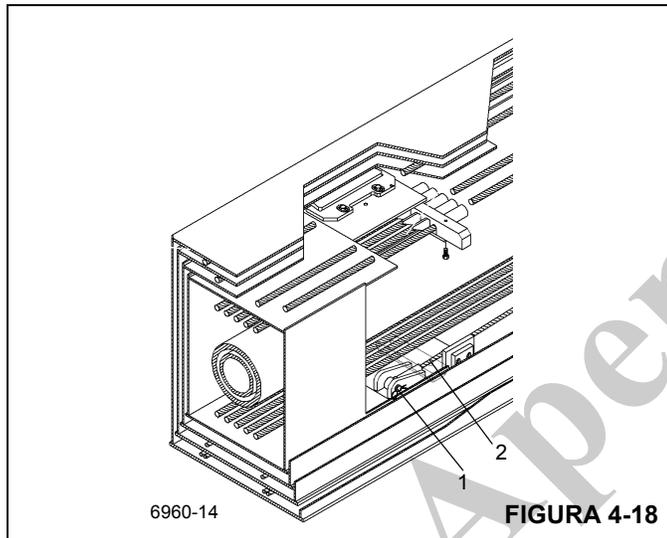

FIGURA 4-18
12. Remova os pinos com grampo e os pinos (1) que fixam os quatro cabos de retração (2) da seção volante na parte traseira da seção volante (Figura 4-18).